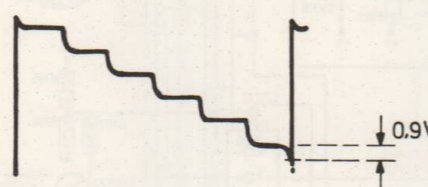

Fig. 18
- Regel R26 zodanig af, dat de spanning bij 0,9 V onder het 6° niveau omklapt (zie fig. 18).